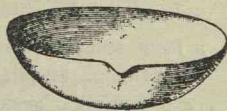

Fig. 45. Capsulă de porțelan.
**Experiență.** 1. Disolvăm într'un pahar vr'o 30 gr. *hidrat de sodiu* (corp alb, care se găsește în laborator în bulgări sau sub forma de *bețe*) în vre-o 100 gr. apă. Punem în această soluțiune puțină vopsea *roșie* de turnesol; aceasta se face *albastră*. 2. Turnăm în pahar încetul cu încetul o soluțiune de acid clorhidric. În locul unde acidul cade în pahar soluțiunea se face *roșie*. Mișcând paharul ca să se amestece lichidul din el, acesta se face iar albastru. Continuăm cu adăogirea de acid clorhidric până ce culoarea roșie nu se mai face albastră. Experiența e bine făcută când o picătură dintr'o altă soluțiune de hidrat de sodiu face lichidul din nou albastru dacă îl amestecăm bine. 3. Punem soluțiunea astfel înroșită într'o *capsulă* de porțelan fig. 45 și o încălzim până ce toată apa se evaporă, adică *până la uscare*. În capsulă rămâne un corp alb colorat puțin de turnesolul adăogit. Acest corp are gust *sărat*. 4. Disolvăm acest corp sărat în apă distilată și încercăm soluțiunea cu hârtie de turnesol. Observăm că hârtia roșie rămâne tot roșie, iar cea albastră tot albastră. Incercarea aceasta din urmă cu hârtia de turnesol roșie sau albastră o putem face și cu o soluțiune de sare în apă.